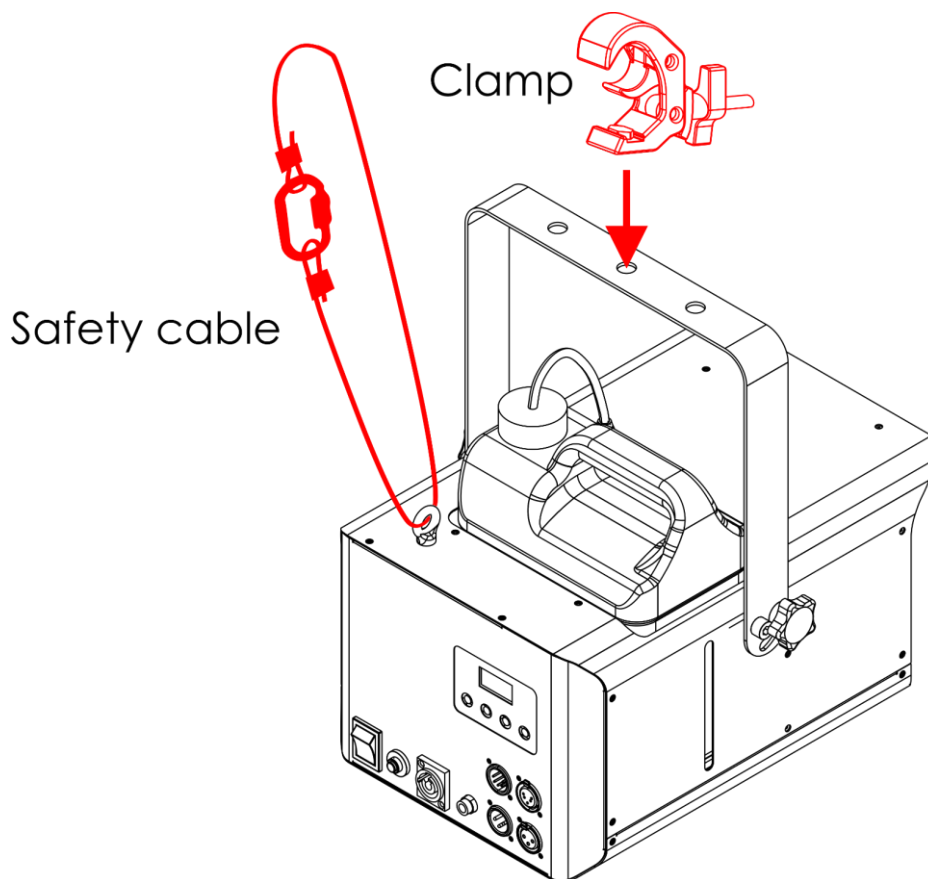

Fig. 05
- 01) Utilice una abrazadera para montar el dispositivo en la estructura de soporte como se muestra en la Fig. 05. Asegúrese de que el dispositivo no puede moverse libremente.
- 02) Asegure el dispositivo con una suspensión secundaria; por ejemplo, con un cable de seguridad. Compruebe que la suspensión secundaria puede soportar 10 veces el peso del dispositivo. Si es posible, la suspensión secundaria debe fijarse a una estructura de soporte independiente de la suspensión primaria. Pase el cable de seguridad por la **argolla de seguridad (16)**, como se muestra en la Fig. 05.